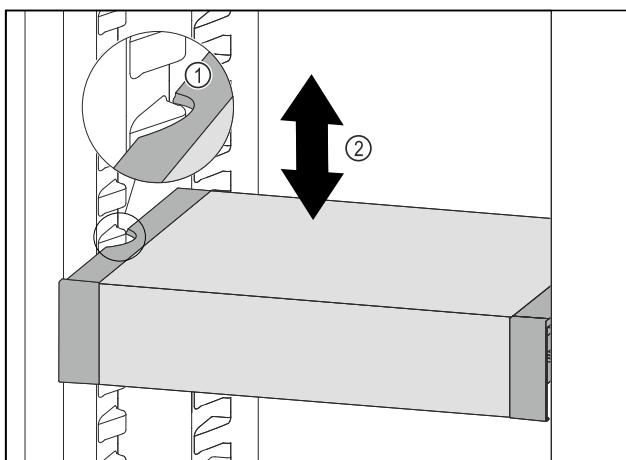

Fig. 103
- Predal VarioSafe povlecite v smeri naprej, dokler nista stranska izreza predala VarioSafe na višini nastavka za posodo v hladilniku. Fig. 103 (1)
- Predal VarioSafe premikajte v hladilniku gor ali dol, dokler ne dosežete želeno višino. Fig. 103 (2)